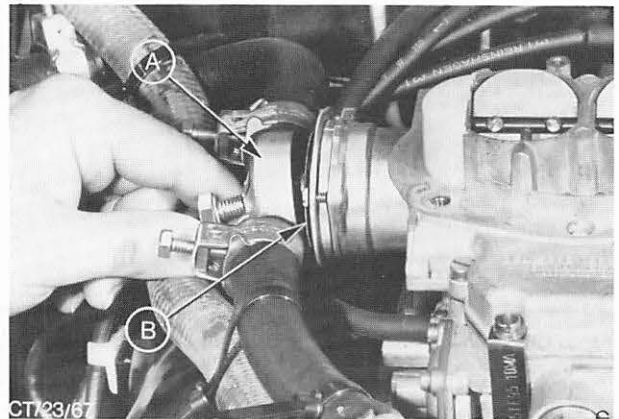

Abb. 78 Äußeres Wassergehäuse der Startautomatik abbauen
5. Äußeres Wassergehäuse der Startautomatik nach Entfernen der mittleren Halteschraube abbauen und so hoch wie möglich vom Vergaser weglegen. Abb. 78.
14. Äußeres Wassergehäuse der Startautomatik anbauen, dabei den O-Ring auf einwandfreien Zustand prüfen, ggf. erneuern. Abb. 78.